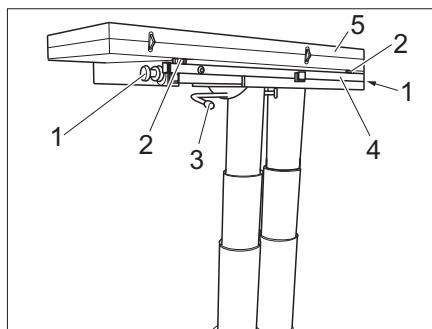

Fig. 117 Allungare il tavolo
- Svitare le viti a testa cilindrica zigrinata (Fig. 117,1) da entrambi i lati.
- Ruotare la leva di serraggio (Fig. 117,3) verso sinistra. Il tavolo di sollevamento è sbloccato.
- Estrarre la sottostruttura del tavolo (Fig. 117,4).
- Aprire la metà del tavolo (Fig. 117,5).
- Regolare il piano del tavolo all'altezza desiderata utilizzando le due viti di regolazione (Fig. 117,2).
- Ruotare la leva di serraggio (Fig. 117,3) verso destra. Il tavolo di sollevamento è bloccato.
- Sbloccare la leva di serraggio (Fig. 117,3).
- Richiudere la metà del tavolo (Fig. 117,5).
- Avvitare le due viti di regolazione (Fig. 117,2).
- Inserire la sottostruttura del tavolo (Fig. 117,4).
- Serrare le viti a testa cilindrica zigrinata (Fig. 117,1) da entrambi i lati.
- Ruotare la leva di serraggio (Fig. 117,3) verso sinistra. Il bloccaggio è aperto.
- Eventualmente avvitare le viti di regolazione (Fig. 117,2).